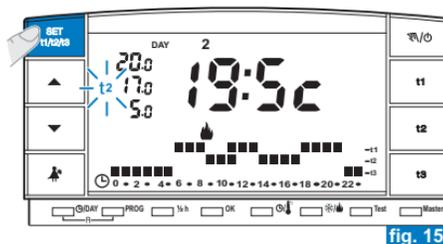

fig. 15
- Sélectionner avec la touche « **SET t1/t2/t3** » (en appuyant par impulsions), le set de température que vous souhaitez modifier, indiqué par le symbole **t1**, **t2** ou **t3** clignotant (fig. 15).